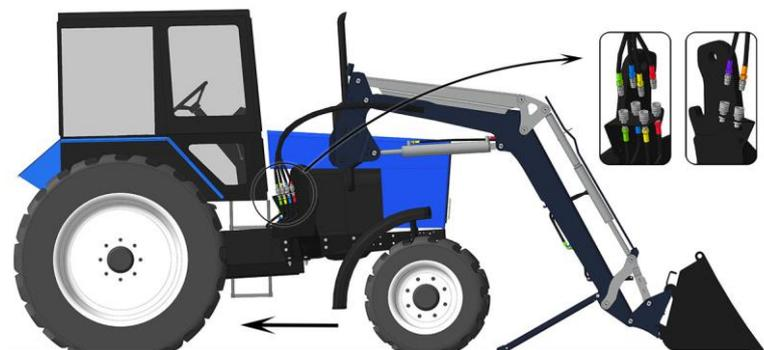

Рисунок 2.6 – Отъезд трактора
- Необходимо отсоединить гидравлические БРС и плавно отъехать на тракторе от погрузчика, как показано на рис. 2.6.